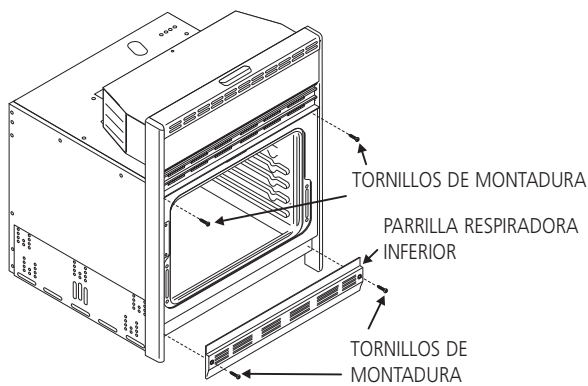

Figura 6
1. Alinee los dos agujeros de montadura en la parrilla con los agujeros de montadura más bajos en cada lado del armazón del horno debajo de la puerta del horno (Figura 6).